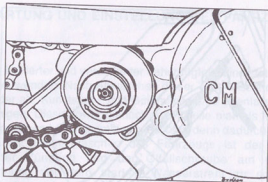

Abb. 7 Trennen (des Motorantriebs)
- i) Trennen (des Motorantriebs - Abb. 7)
Das Trennen des Motorantriebs darf nur bei stillstehendem Motor und Fahrzeug vorgenommen werden. Wenn das Moped als Fahrrad betrieben werden soll (z. B. bei fehlendem Kraftstoff oder bei Notfahrt), ist die Ausrückung herauszuziehen - der Mitnehmer in Richtung vom Motor weg 90° nach rechts oder nach links, dann freigegeben (Abb. 7). Der Mitnehmer bleibt in dieser Lage eingeschaltet und der Motor ist vom Hinterrad abgeschlossen. Der Motor kann wieder angeschlossen werden, wenn der Mitnehmer wieder in Richtung nach aussen gezogen wird. Mitnehmer um 90° drehen und freigegeben. Durch leichtes Bewegen des Fahrzeugs oder Drehen des Hinterrades fällt der Mitnehmer automatisch in Richtung Motor ein.